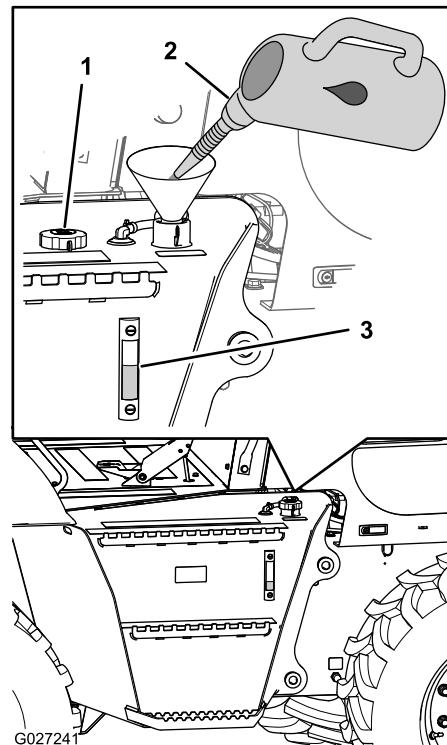

Figura 27
- Controllate il livello del fluido idraulico dal vetro spia che si trova a lato del serbatoio idraulico (Figura 27).
- Se il livello del fluido idraulico non è visibile dal vetro spia, togliete il tappo di riempimento (Figura 27), aggiungete il fluido idraulico specificato fino a quando il livello del fluido non arriva a metà del vetro spia e montate il tappo di riempimento.